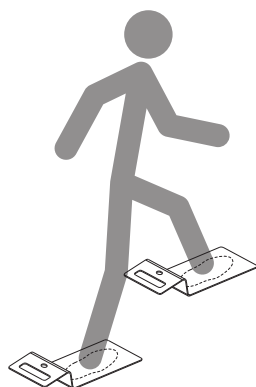

Figura 13: Colocación sobre los electrodos.
5.- Colocarse sobre los electrodos, pisando dentro de la superficie marcada, **Figura 13**.